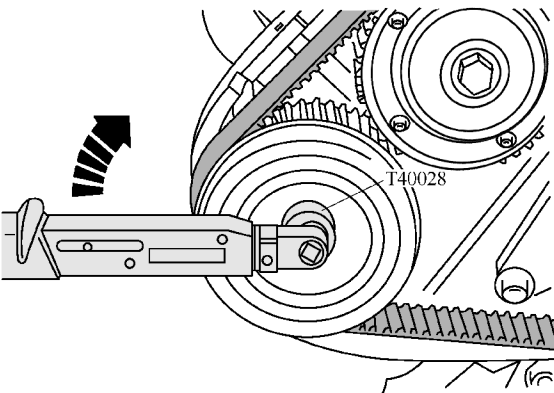

图 1-3-51 以 $10\text{N} \cdot \text{m}$ 的力矩顺时针转动右侧气缸列上凸轮轴调节器的转子
(8) 如图 1-3-51 所示，以 $10\text{N} \cdot \text{m}$ 的力矩顺时针转动右侧气缸列上凸轮轴调节器的转子，直